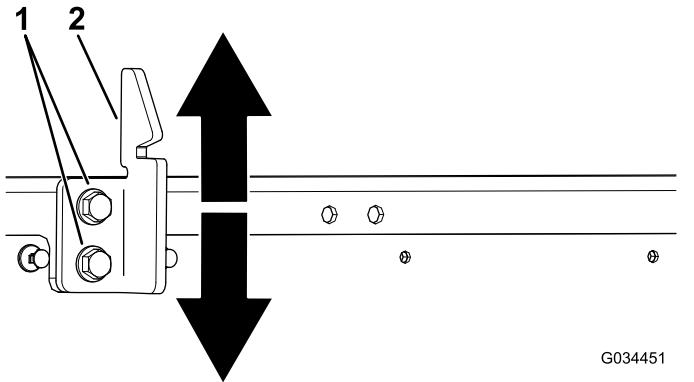

Figura 57
3. Afloje los 2 pernos en el cerradero del cierre de la plataforma y desplácelo hacia arriba o hacia abajo, en función de si está demasiado alto o bajo (Figura 57).
4. Apriete los 2 pernos del cerradero del cierre de la plataforma (Figura 57).